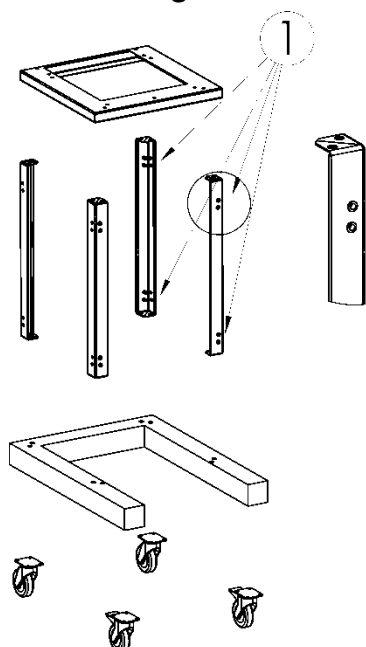

Fig. 18
- Montare le mensole con le apposite viti (fig. 18).